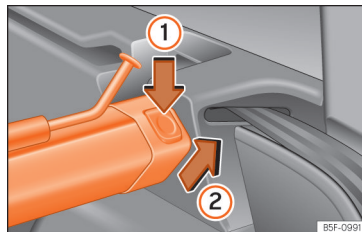

Fig. 158 Nel bagagliaio: smontare la rete divisoria.
- Premere il tasto di sblocco sinistro o destro »» fig. 158 nella direzione indicata dalla freccia ①.
- Rimuovere la scatola dal supporto nel senso della freccia »» fig. 158 ②.
- Premere la scatola nei supporti sinistro e destro nel senso contrario a quello della freccia »» fig. 158 ② fino allo scatto.